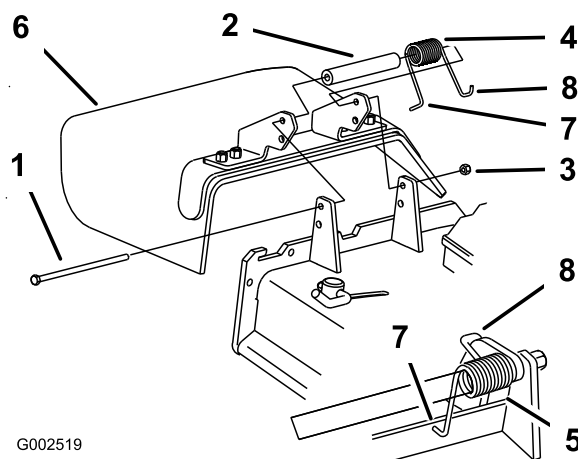

Figure 37
1. Retirez le contre-écrou, le boulon, le ressort et l'entretoise qui fixent le déflecteur aux supports de pivot (Figure 37).
Remarque: Prenez soin de placer l'extrémité en **L** du ressort derrière le bord du tablier avant de mettre le boulon en place, comme montré à la Figure 37.
5. Placez l'extrémité en **J** du ressort autour du déflecteur d'herbe (Figure 37).